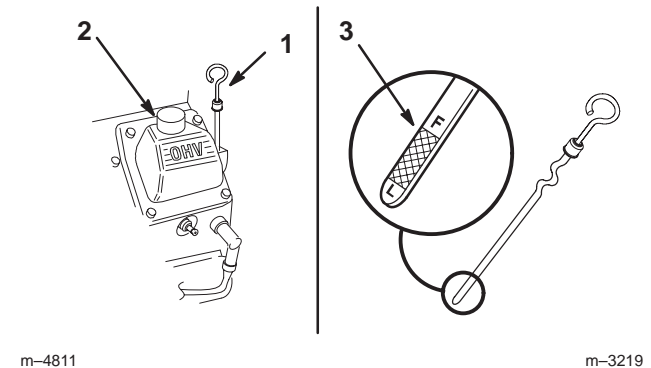

Figure 26
2. Nettoyez la surface autour de la jauge d'huile (Fig. 26) pour éviter que des impuretés s'introduisent dans le goulot de remplissage, ce qui risquerait d'endommager le moteur.
3. Sortez la jauge d'huile et essuyez soigneusement l'extrémité métallique (Fig. 26).
4. Enfoncez la jauge complètement dans le goulot de remplissage. Sortez de nouveau la jauge et examinez l'extrémité métallique (Fig. 26). Si le niveau est bas, versez lentement une quantité d'huile suffisante dans le goulot de remplissage pour amener le niveau au repère du plein (FULL).
6. Versez lentement environ 80% de la quantité d'huile spécifiée à la page 32 dans le goulot de remplissage (Fig. 26). Vérifiez le niveau d'huile (voir Contrôle du niveau d'huile, page 32). Faites l'appoint avec précaution pour amener le niveau au repère du plein.